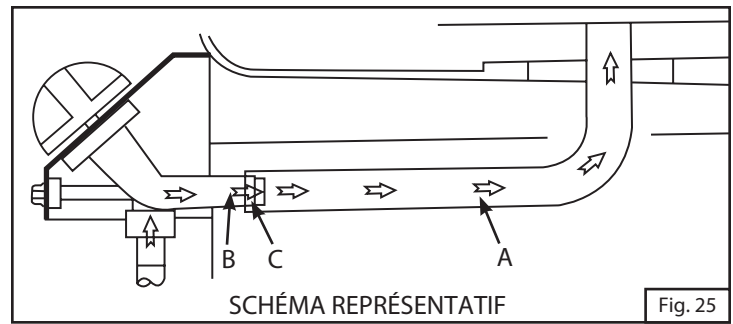

Fig. 25
2. Assurez-vous que le tube du brûleur [A] est correctement positionné sur la sortie du régulateur [B]. L'orifice [C] doit être à l'intérieur du diffuseur. (Fig. 25)